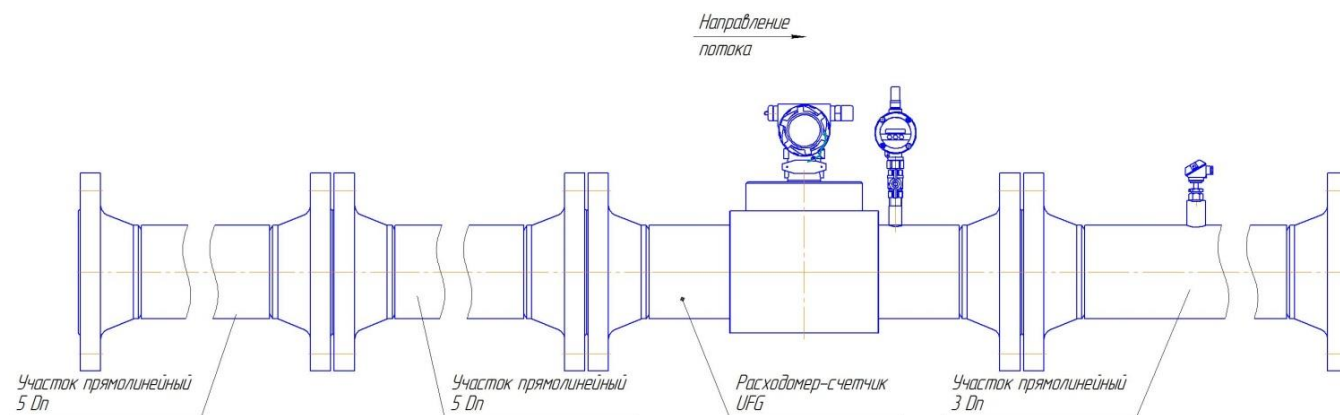

Рисунок 2.15 – Пример составного прямолинейного участка длиной $10D$
2.5.7 Прямолинейные участки ИТ могут быть изготовлены из одной или нескольких секций, в соответствии с пп. 2.5.2, 2.5.3, 2.5.4. Пример составного прямолинейного участка длиной $10D$ (Рисунок 2.15).